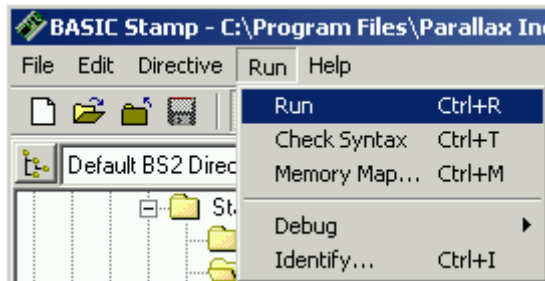
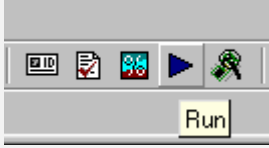

Figura 1-39
Figura 1-41
- ✓ Clickare *Run*, e selezionate *Run* dal menu che appare (clickandolo) come mostrato in Figura 1-39.
L'Editor del BASIC Stamp possiede tasti scorciatoia per i compiti più comuni. Per esempio, per attivare un programma, potete premere insieme i tasti 'Ctrl' e 'R'. Potete anche clickare il bottone *Run*. È il triangolo blu mostrato in Figura 1-41 che assomiglia al tasto Play di un CD player. Se puntate con il mouse sul bottone *Run* sarà mostrato che cosa fa quel tasto (suggerisce *Run*). Potete ottenere suggerimenti simili per sapere cosa fanno altri bottoni, puntandoli con il mouse.
✓ Attivare il vostro programma modificato. Suggerimento: Dovrete cliccare di nuovo *Run* dal menu Run, come in Figura 1-39 oppure cliccare il tasto *Run*, come in Figura 1-41.